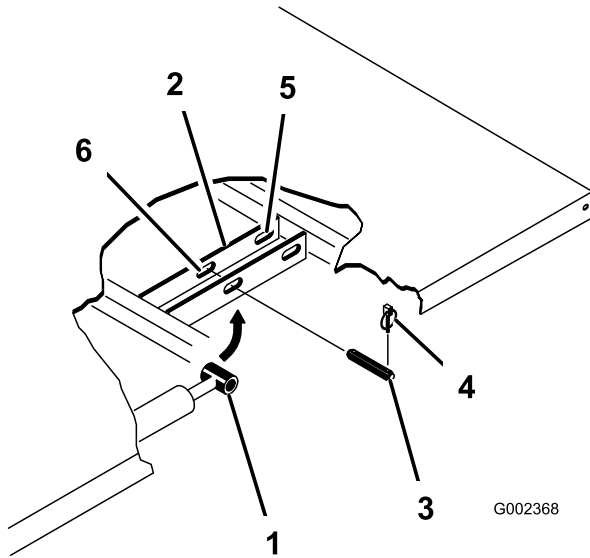

Figura 32
3. Retire los pasadores de seguridad de los extremos exteriores de los pasadores de las varillas de los cilindros (Figura 32).
4. Retire los pasadores que fijan las rótulas de las varillas de los cilindros a las chapas de montaje de la plataforma empujando los pasadores hacia dentro (Figura 32).